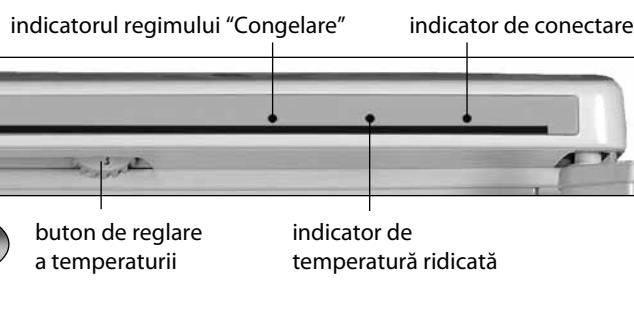

Figura 3 – Elemente de comandă a congelatorului
2.1.1 Elementele de comandă în conformitate cu figura 3 sunt:
rețeaua electrică – se va aprinde indicatorul de conectare în conformitate cu figura 3.
2.4.1 Conectarea regimului „Congelare” se efectuează prin apăsarea întrerupătorului la indicele „1” – se aprinde indicatorul regimului, la apăsare la indicele „0” regimul se deconectează și indicatorul se stinge în conformitate cu figura 3.